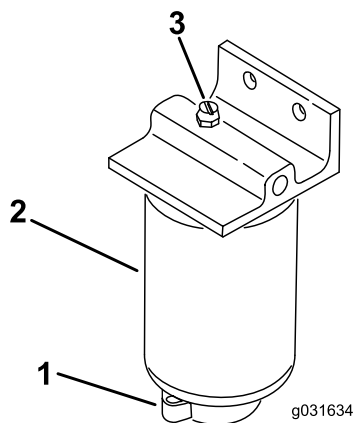

Figura 53
2. Afloje la válvula de vaciado en la parte inferior del filtro (Figura 53).
1. Limpie la zona de montaje del filtro (Figura 53).